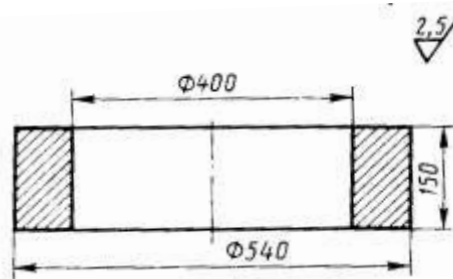

Рис. 26
2. Разработайте процесс изготовления поковки детали (рис. 26) методомковки на паровоздушном ковочном молоте. При выполнении работы следует: описать сущность процессаковки и указать области ее применения; изобразить схему молота и описать его работу; установить температурный интервалковки, вид нагревательного устройства и привести схему печи; составить чертёж поковки, определив ее массу; привести эскизы переходовковки и применяемого инструмента; с учетом технологических отходов определить объем, массу и длину исходной заготовки, указать способ ее получения; описать механизацию процессаковки. Материал детали – сталь 45.